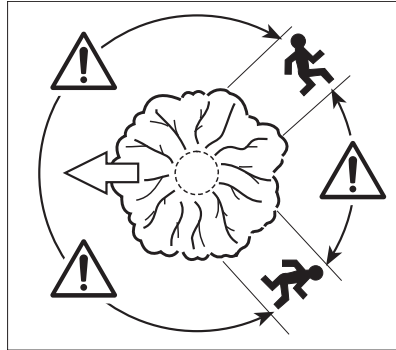

Fig. 26
3. Debe planificar y preparar una ruta de escape antes de iniciar el corte. La ruta de escape debe ir hacia atrás diagonalmente hasta la parte trasera de la línea de caída esperada (Fig. 26).